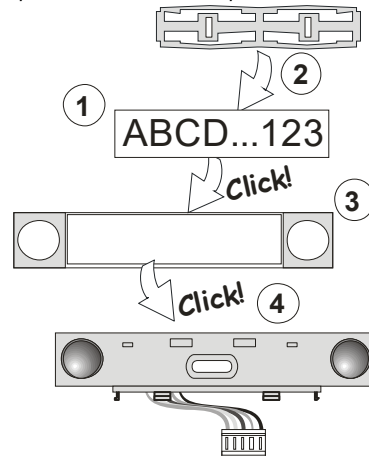

Рис. 3: Установка ярлыка внутри контрольного сегмента
- b. После установки батареек загорается и постоянно горит желтая подсветка кнопки активации (3), указывая на то, что модуль не зарегистрирован в системе.
- d. Нажмите на кнопку активации подсветки (3). Модуль регистрируется, а желтый светодиодный индикатор погаснет (это может занять несколько секунд). Сигнал регистрации также может быть послан путём установки батарей.
10. После установки вставьте ярлыки с описанием под прозрачные пластиковые крышки сегментов, а затем закройте их (см. рисунок 3). Функция печати ярлыков предусмотрена